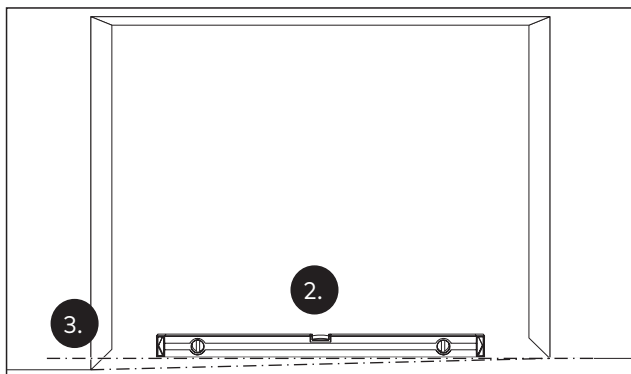

Abb. 7 Den höchsten Punkt im Fahrbereich ermitteln
2. Den höchsten Punkt des Bodens im Fahrbereich der Flügel mit einem Nivelliergerät ermitteln (Abb. 7).
3. Den höchsten Punkt des Bodens auf die Wand übertragen (Abb. 7).